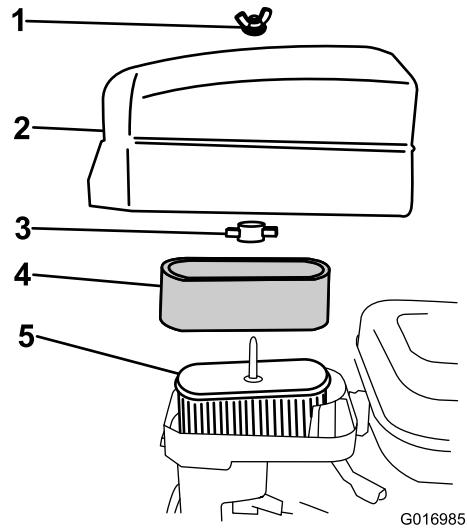

図 25
4. スポンジエレメントを点検し、汚れていればペーパーエレメント図 25から外して以下の方